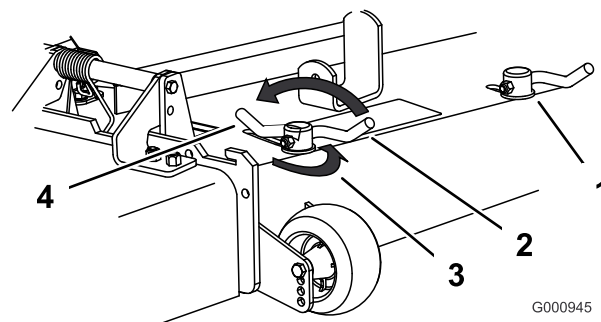

Figura 22
- Devuelva la palanca a su posición original para apretar el deflector y los bloqueos de leva (Figura 22).
- Para ajustar los bloqueos de leva, levante la palanca para aflojar el bloqueo de leva (Figura 22).